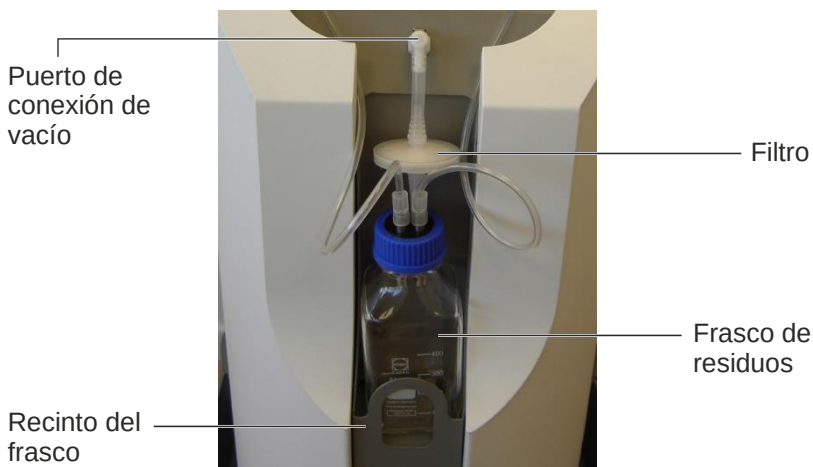

Figura 4-2. Componentes del sistema (frasco de residuos)
- Figura 4-2. Componentes del sistema \(frasco de residuos\)
El frasco de residuos, que se muestra en la Figura 4-2, es el recipiente de vidrio que recoge las partículas y fluidos que son succionados por las piezas manuales.
El filtro, que se muestra en la Figura 4-2, evita la entrada en el sistema de los residuos (ya sean partículas o fluidos) recogidos en el frasco de residuos.